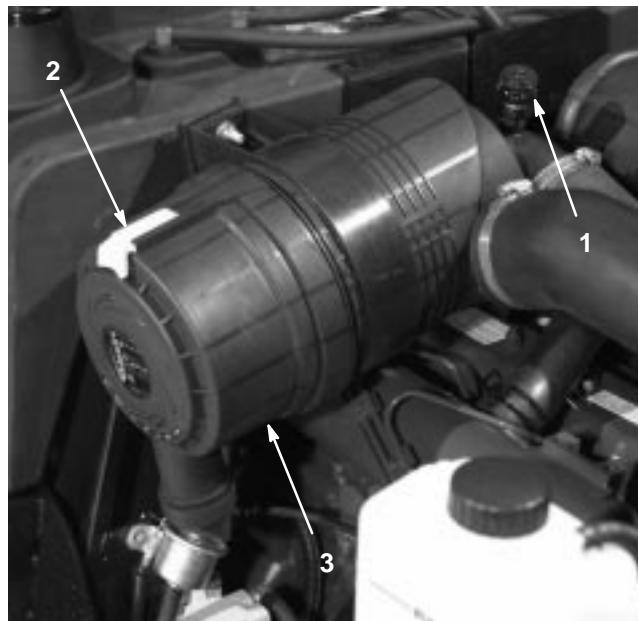

Figure 43
Faites l'entretien des filtres à air quand l'indicateur de colmatage (Fig. 43) est rouge ou toutes les 400 heures (plus souvent s'il y a beaucoup de poussière ou de saleté). N'effectuez pas l'entretien du filtre à air trop souvent.
1. Tirez le verrou vers l'extérieur et tournez le couvercle du filtre à air dans le sens anti-horaire. Enlevez le couvercle (Fig. 43) et nettoyez l'intérieur.
- Réarmez l'indicateur de colmatage (Fig. 43) s'il est rouge.